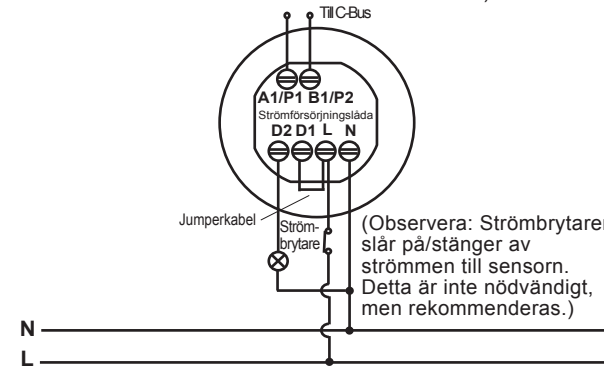

FIG. 4
- Användning av C-Bus-kontrollsignal (se FIG. 4). Säkerställ att skjutomkopplaren är rätt inställd, se avsnitt 4.2.1.2 och FIG. 20 & FIG. 21).